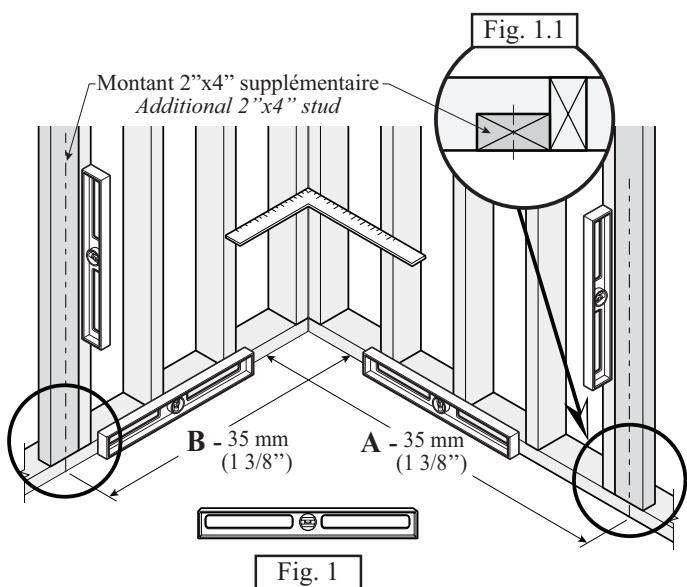

Fig. 1
La base de douche doit être installée directement contre les montants d'ossature et non contre le mur fini (fig. 1).
*The shower base must be installed directly against the studs, not against the finished wall (fig. 1).*